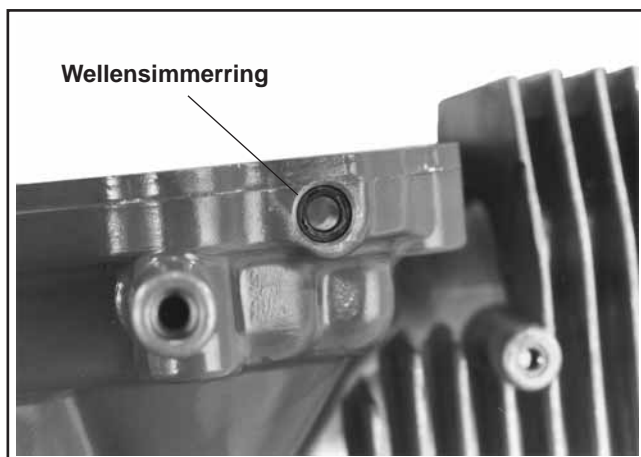

Abbildung 9-55. Drehzahlreglerwellensimmerring entfernen.
3. Demontieren Sie den Reglerwellensimmerring vom Kurbelgehäuse. Siehe Abbildung 9-55.